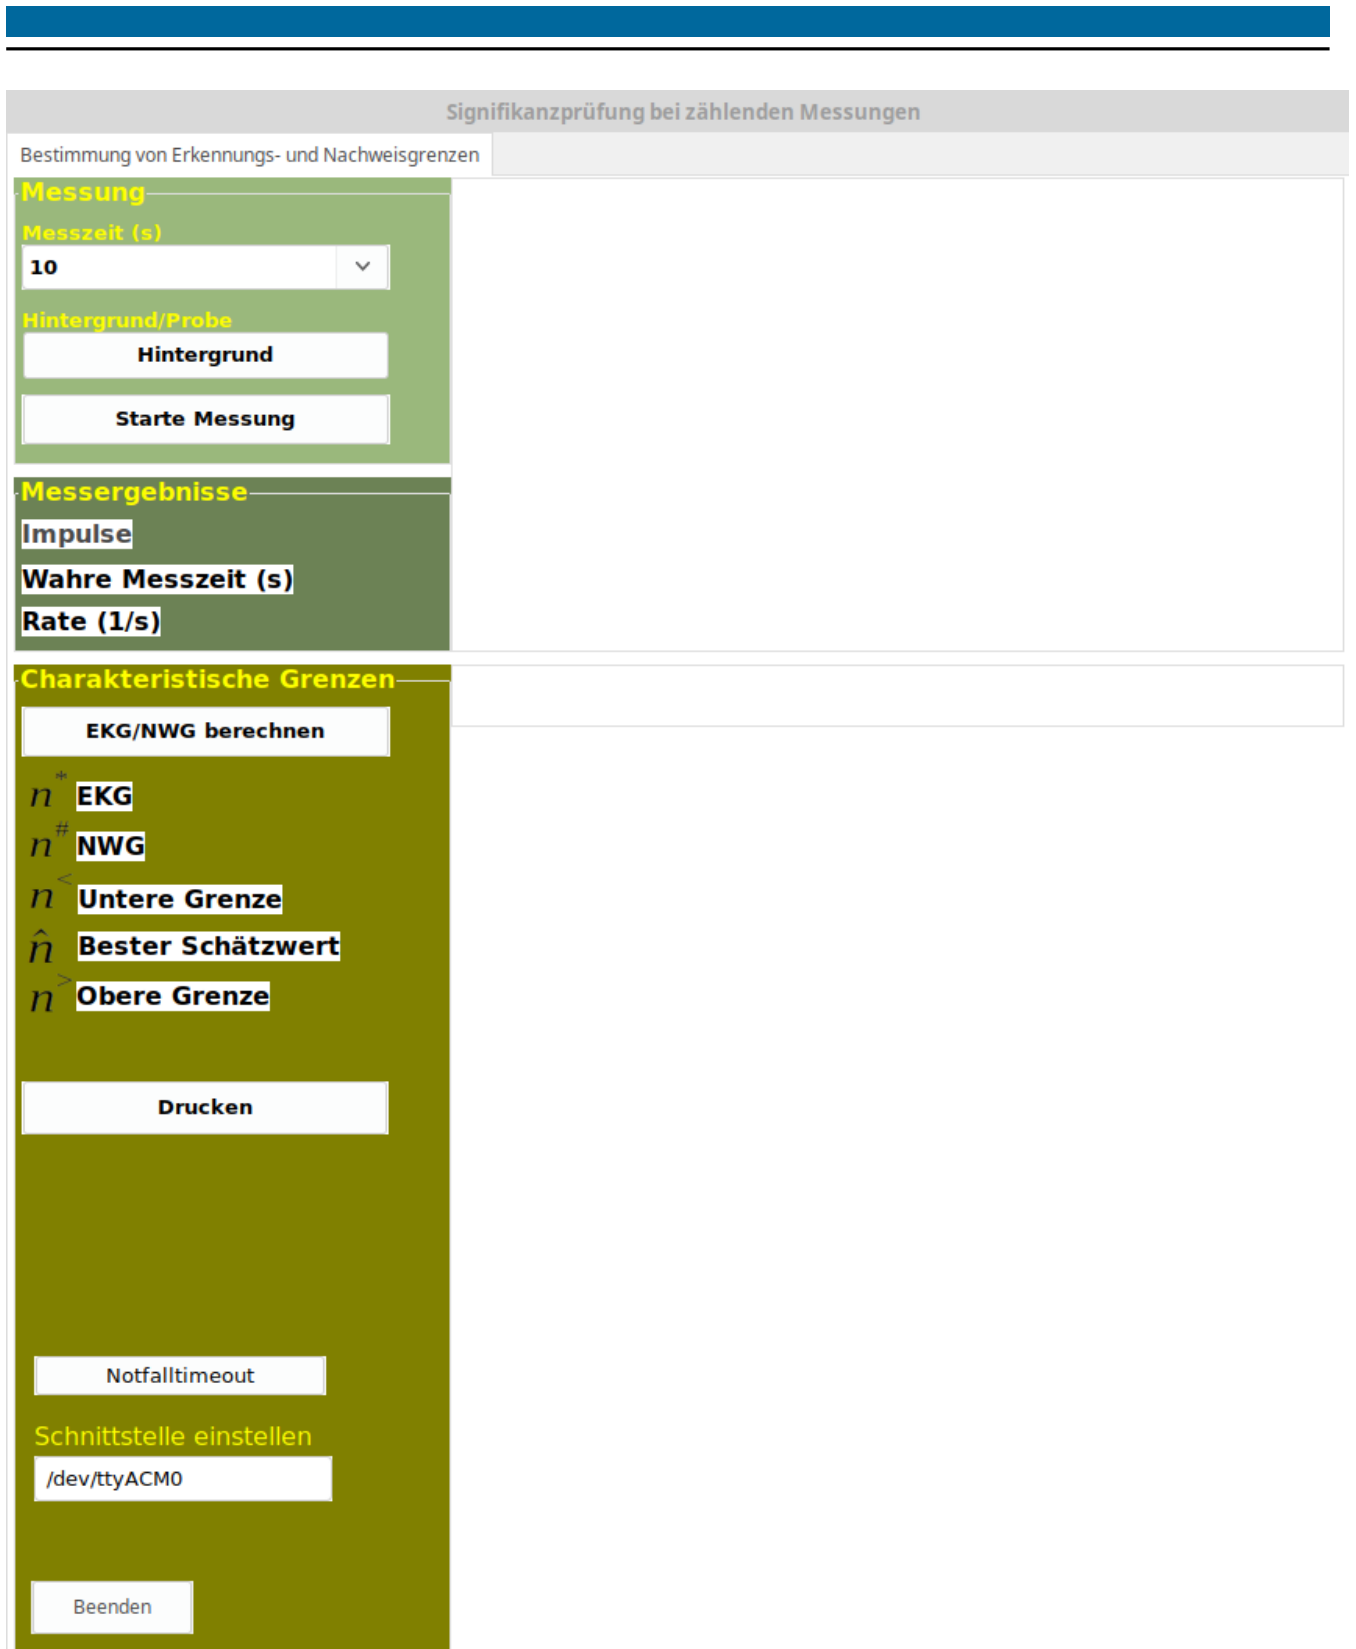

Abbildung 7: Ansicht der graphischen Oberfläche K7GUI_EKG_NWG.
2. **Durch Doppelklick auf diese Datei starten Sie die graphische Oberfläche**, siehe Abbildung 7.